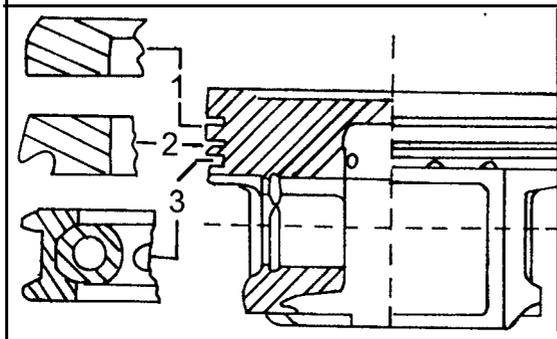

Bild 73
- Ein Kolbenringspannband um die Kolbenringengegend legen, wie es in Bild 73 gezeigt ist, und die Kolbenringe in die Nuten drücken. Kontrollieren, dass sie einwandfrei eingedrückt sind.